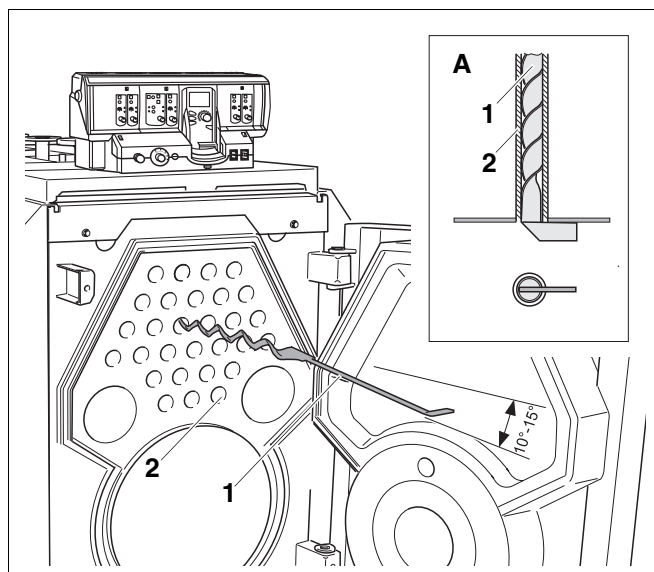

Рис. 50 *Корректировка предварительного напряжения турбуляторов*
- Проверьте, чтобы стопоры турбуляторов прилегли на фронтальной стенке горизонтально к трубам дополнительных поверхностей нагрева (рис. 50, стр. 55, **вид А**).
- Задвинуть турбуляторы (рис. 50, **поз. 1**) в трубы дополнительных поверхностей нагрева (рис. 50, **поз. 2**).
Если предварительное напряжение турбуляторов (рис. 50, **поз. 1**) недостаточно, то необходимо его скорректировать.
- Вынуть турбулятор (рис. 50, **поз. 1**) на  $\frac{3}{4}$  его длины из трубы (рис. 50, **поз. 2**).
- Согнуть турбулятор (рис. 50, **поз. 1**) как показано на рис. 50 на  $10^\circ - 15^\circ$ .
- Вновь задвинуть турбулятор (рис. 50, **поз. 1**) в трубу (рис. 50, **поз. 2**).
- Еще раз проверить предварительное напряжение турбулятора (рис. 50, **поз. 1**).